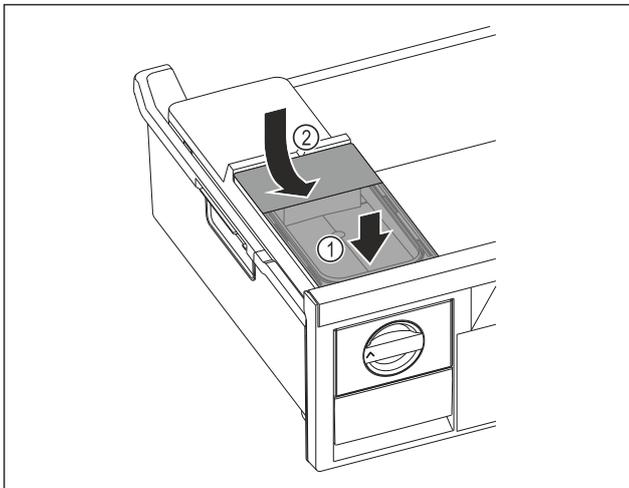

Fig. 125
- ▶ Collegare il serbatoio dell'acqua alla parte anteriore. Fig. 125 (1)
- ▶ Abbassare il serbatoio dell'acqua posteriore. Fig. 125 (2)